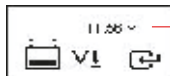

Fig.31
1. As baterias que tenham estado sem ser utilizadas por longos períodos de tempo ainda podem ser testadas com este analisador. Para executar o teste, só apertar as pinças do aparelho de teste nos terminais da bateria e irá exibir no ecrã (Fig. 31), se a sua tensão cai abaixo dos normais 12,0 volts.